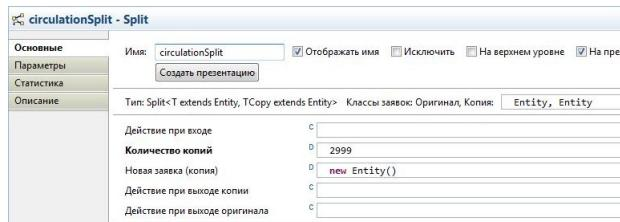

Рис. 43: Параметры объекта **Split**
- Объект **circulationSplit**. Здесь мы "множим" нашу заявку, для того чтобы далее можно было проверять отдельно каждый экземпляр, в отличие от предыдущего шага, где мы смотрели на тираж как на единое целое. Так как мы рассматриваем тираж в 3000 экземпляров, а у нас есть одна заявка, нам необходимо сделать 2999 копий (рисунок 43).